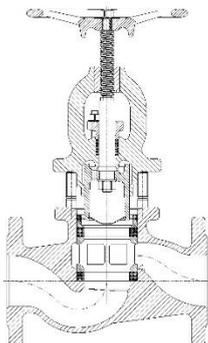

Bild 1
- » Oberteil (Pos. 2) anschließend leicht verdrehen, sodass sich der Oberteilflansch an den Stiftschraubenstirnflächen (Pos. 25) abstützen kann. Das Handrad gegen den Uhrzeigersinn (Öffnungsrichtung) drehen, bis der Kolben (Pos. 4) vollständig aus dem oberen Ventiling (Pos. 14) gezogen wird (siehe Bild 1)
- » Oberteil (Pos. 2) anschließend leicht verdrehen, sodass sich der Oberteilflansch an den Stiftschraubenstirnflächen (Pos. 25) abstützen kann. Das Handrad gegen den Uhrzeigersinn (Öffnungsrichtung) drehen, bis der Kolben (Pos. 4) vollständig aus dem oberen Ventilring (Pos. 14) gezogen wird (siehe Bild 1)